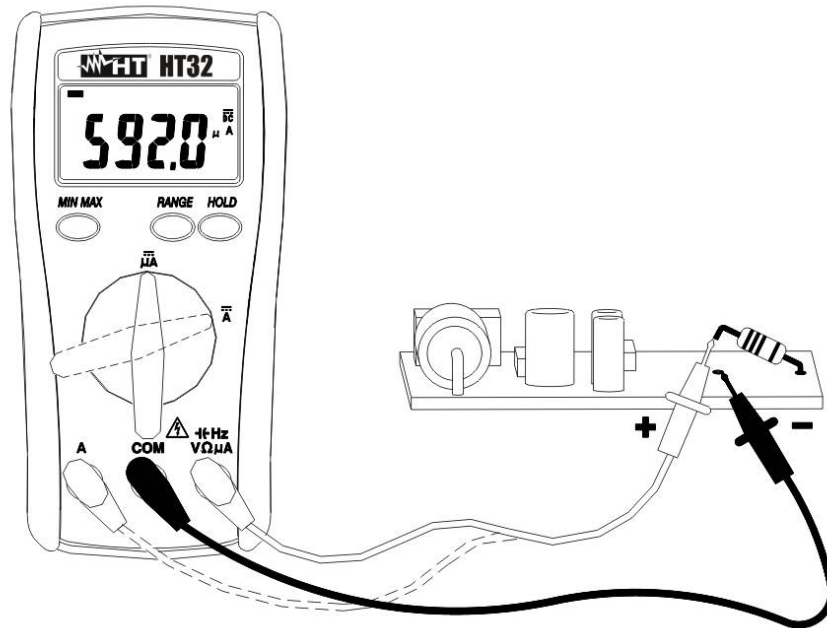

Abb. 9: DC Strommessung
3. Verbinden Sie die rote Messleitung mit der A Buchse und die schwarze in die COM Buchse (Abb. 9). Schließen Sie die rote und die schwarze Messleitung in Reihe mit dem zu messenden Strom an und achten Sie auf die Polarität, der Strom wird angezeigt wie in Abb. 9.